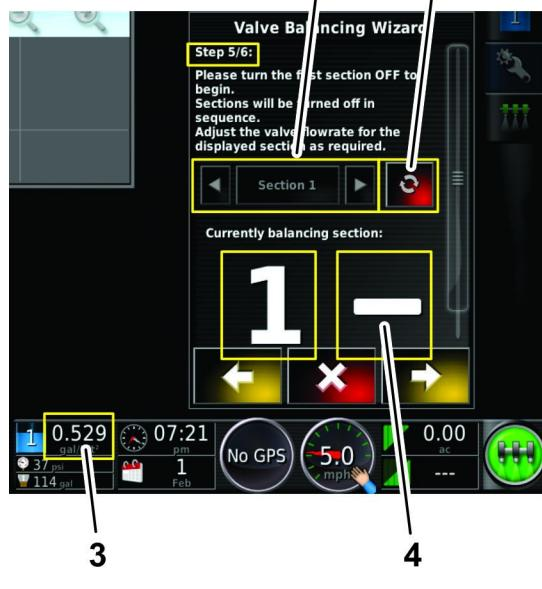

Figura 145
- Il volume di applicazione della valvola di sezione è troppo alto (Figura 145).
- A. Premete l'icona di Accensione/Spegnimento delle sezioni (Figura 145) per spegnere la valvola delle sezioni (rossa).
- A. Premete l'icona di Accensione/Spegimento delle sezioni (Figura 145) per spegnere la valvola delle sezioni (rossa).